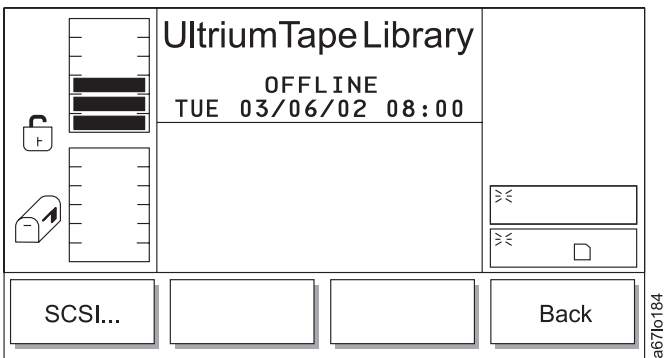

Abbildung 145. Laufwerkuntermenü
Tabelle 94. Übersetzung von Abb. 145, Laufwerkuntermenü
- Wird **Cancel** ausgewählt, erscheint das Laufwerkuntermenü (siehe Abb. 145 auf Seite 161).